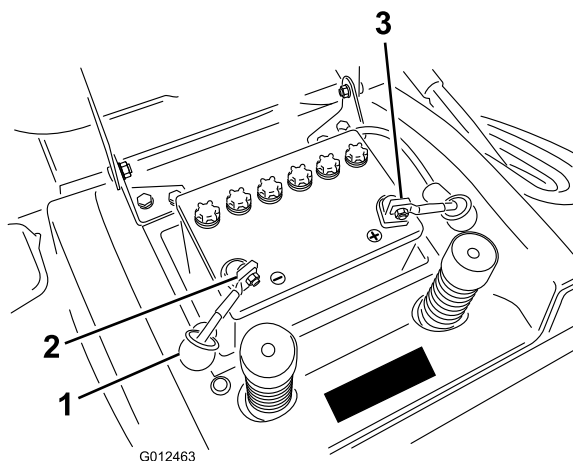

Figura 31
7. Staccate il cavo negativo (nero) di terra dal polo della batteria (Figura 31).
9. Staccate il cavo positivo (rosso) dal polo della batteria (Figura 31).
1. Collocate la batteria sullo chassis volgendo i poli verso la parte posteriore del trattore (Figura 31).
3. Utilizzando il bullone ed il dado ad alette, collegate il cavo positivo (cappuccio rosso) al polo positivo (+) della batteria (Figura 31). Infilate il cappuccio di gomma sul polo della batteria.
4. Utilizzando il bullone e il dado ad alette, collegate il cavo negativo (nero) al polo negativo (-) della batteria (Figura 31). Infilate il cappuccio di gomma sul polo della batteria.